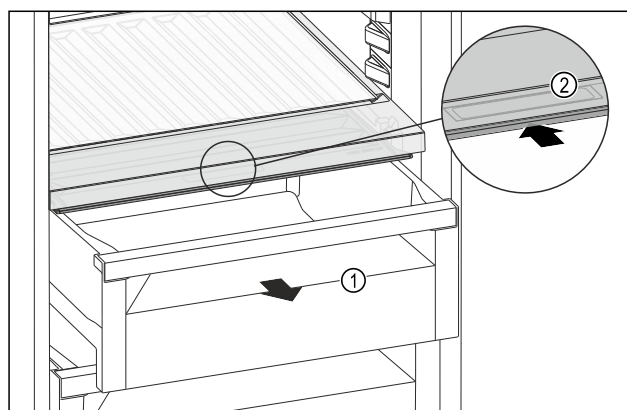

Fig. 98
- Estrarre il cassetto Fig. 98 (1).
- Afferrare la maniglia incassata Fig. 98 (2) sul coperchio dello scomparto e spingere allo stesso tempo all'indietro il coperchio dello scomparto.